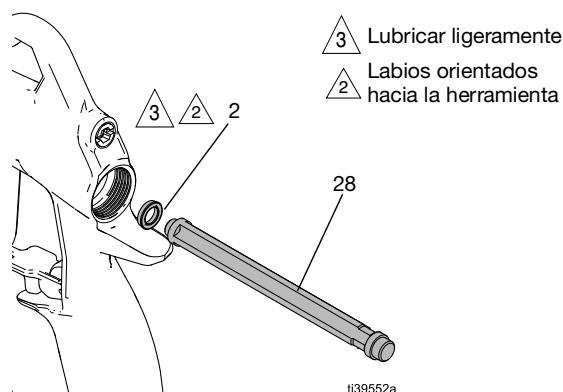

FIG. 47: Instalación de la copa en U
5. Coloque una nueva copa en U (2) en la herramienta de instalación de juntas de sellado (28) con los labios de la copa en U mirando a la herramienta. Consulte la FIG. 47.
6. Presione firmemente la copa en U (2) contra la parte trasera de la pistola hasta que la copa en U (2) encaje en su sitio.
7. Instale el gatillo de la pistola (9). Consulte el apartado **Instalación del gatillo**, página 30.